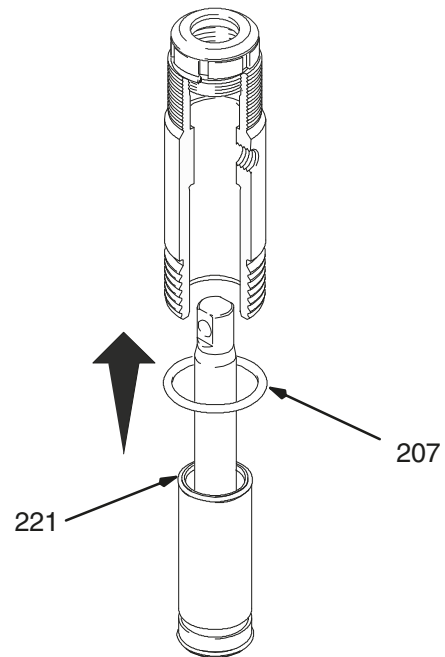

Fig. 17 7582A
Fig. 17. Aplique massa lubrificante no anel em forma de O (221) e coloque-o na manga. Faça deslizar a montagem da manga/haste do pistão para a parte inferior do cilindro. Substitua o anel em forma de O (207), se desejado.